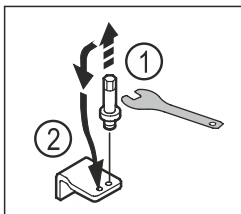

Fig. 18
- ▶ Odšroubujte šroub spodního stojanu ložiska pomocí imbusového klíče SW5. Fig. 18 (1)
- ▶ Zasuňte čep na opačné straně. Fig. 18 (2)